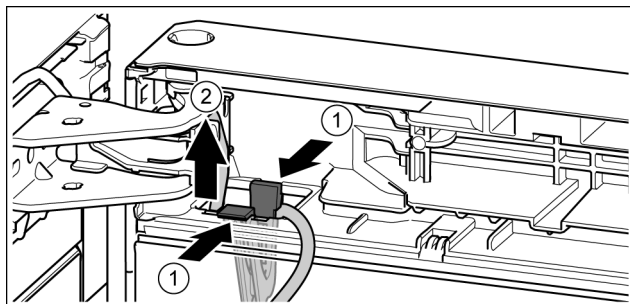

Fig. 25
- ▶ Притисніть накладку. Fig. 25 (1)
- ▶ Витягніть тримач кабелю із зафіксованим в ньому кабелем. Fig. 25 (2)